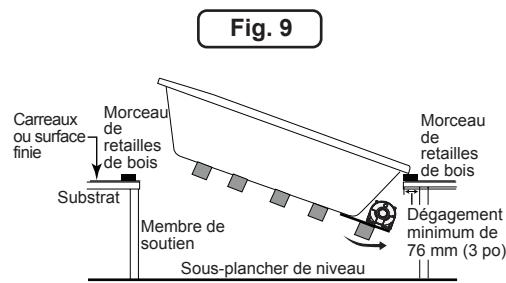

Fig. 9
4. Installez l'unité. Pour les unités dotées d'un bloc pompe/moteur et/ou d'un ventilateur, insérez d'abord l'extrémité du bloc pompe/moteur, en abaissant la baignoire dans l'ouverture (Figure 9).